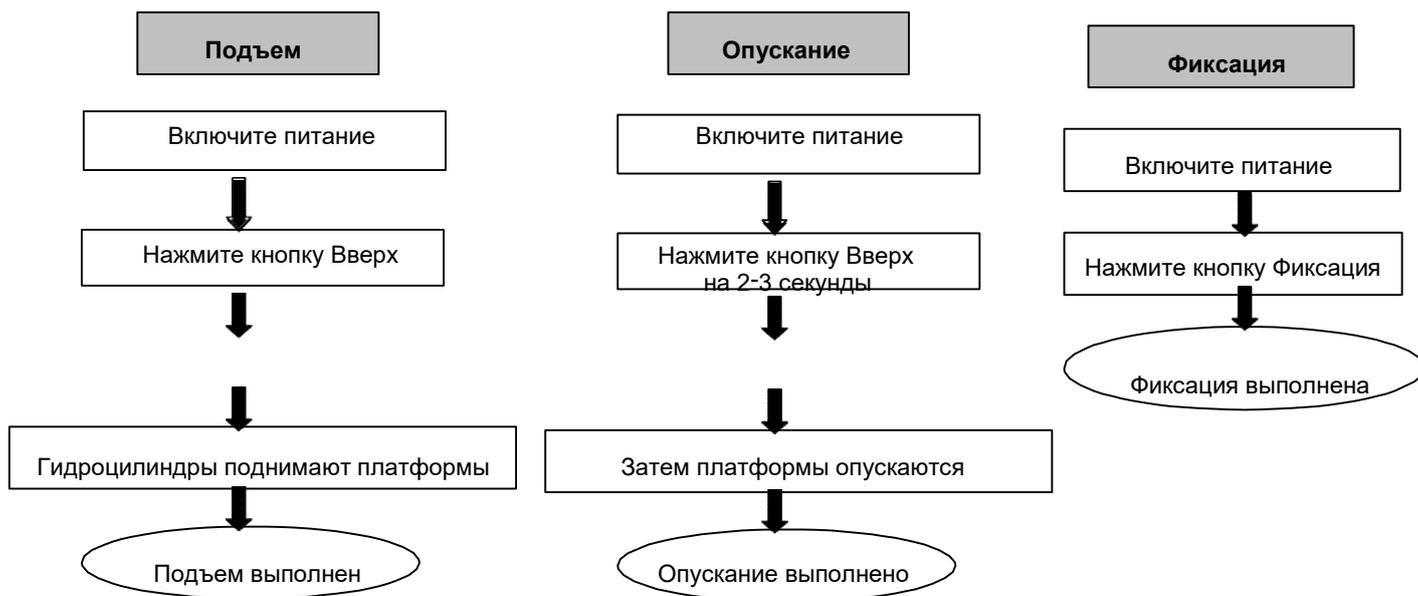

Рис. 29
-Закрутите по часовой стрелке штифт слива (возврата) масла пробки электромагнитного клапана после опускания платформ. Опускание выполнено **(рис. 29)**.